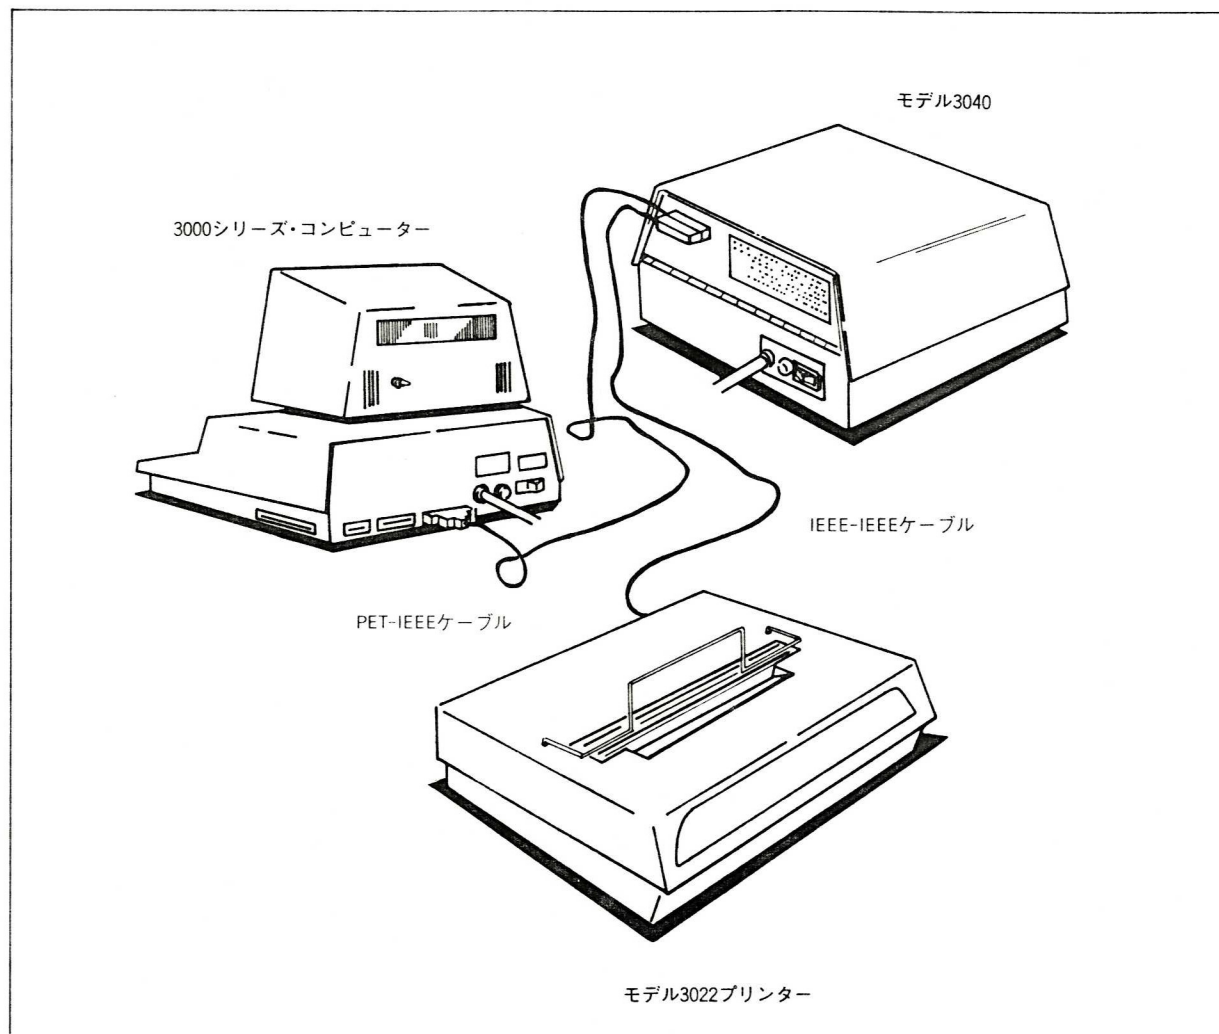

図5. 接続方法
c. PET-IEEEケーブルを用い、コンピューターとモデル3040を接続して下さい。この場合、もし既に他の周辺装置をご使用の場合、IEEE-IEEEケーブルが必要となります。(図5参照)